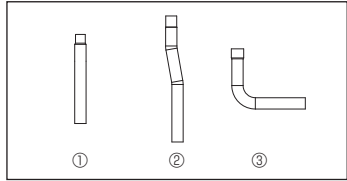

Fig. 1-1
1.6. Արտաքին բլոկի լրասարքեր (Fig. 1-1)